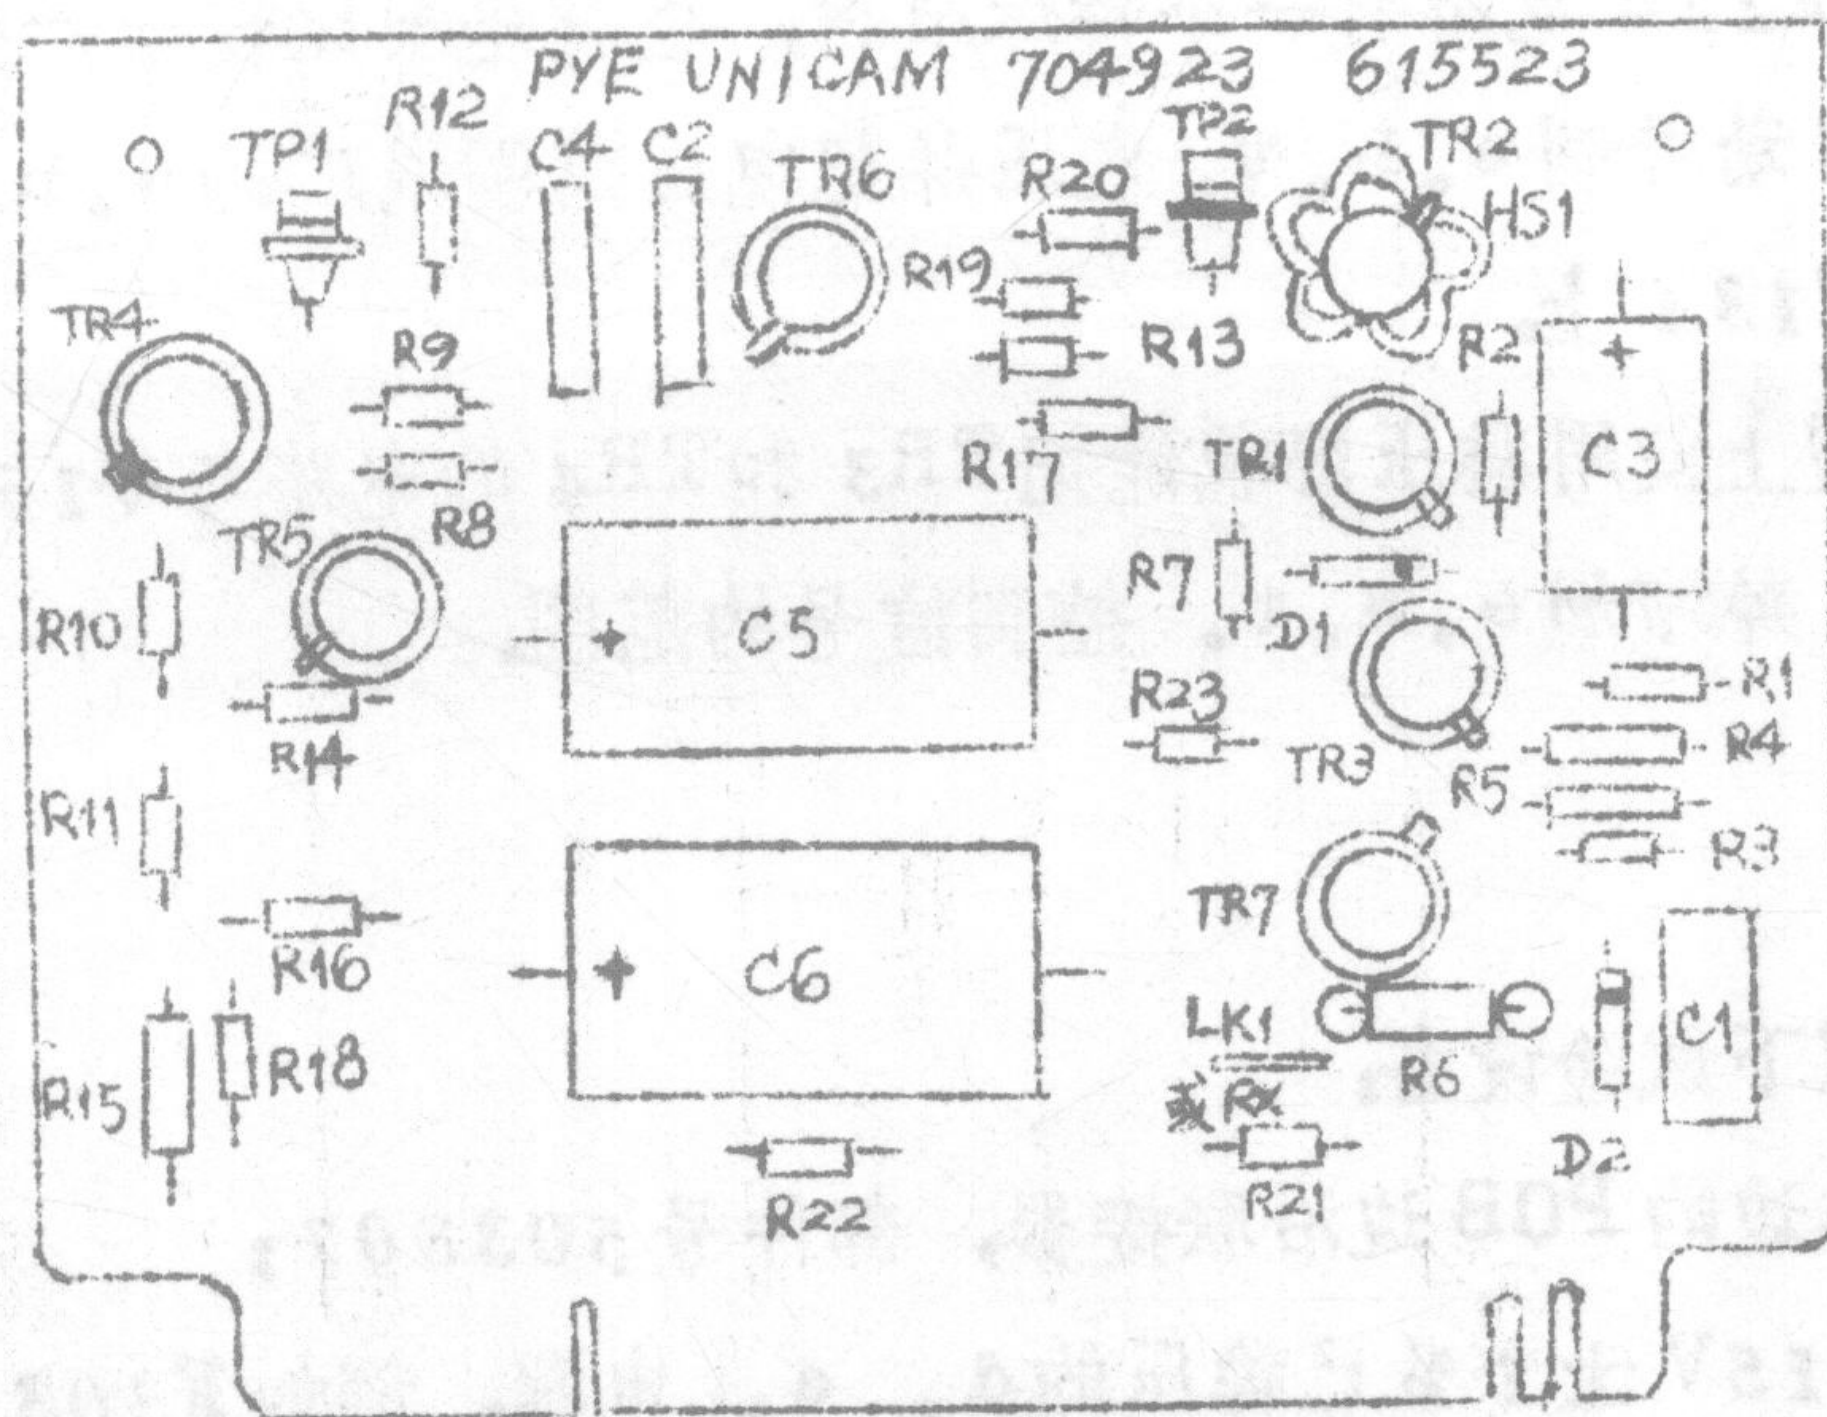

图3 元件布置 (F224 B 型)
- (a) 按图 3 的方式联接试验电路。要肯定把正确的正电源接到板上 (A 型和 B 型不同);
B型(图3)